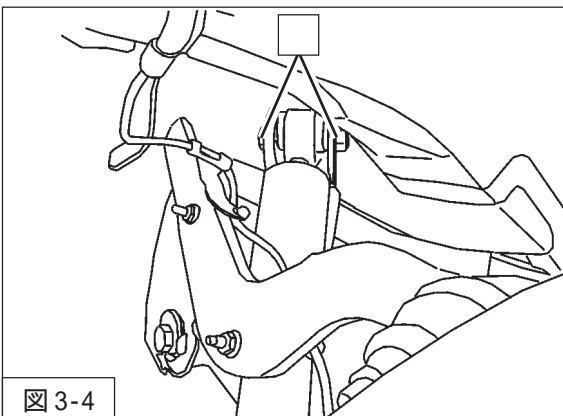

図3-4
6. ダンパーアッパー取付ボルト・ナットを取外してください。(図3-4)